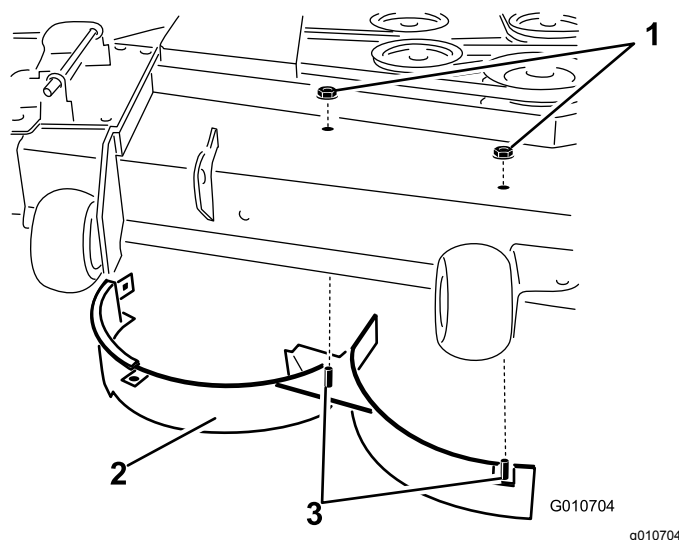

Figura 30
8. Retire las 2 contratuercas (5/16") que sujetan las clavijas soldadas del deflector derecho a la parte superior de la carcasa del cortacésped en las posiciones centro y centro derecha (Figura 30).